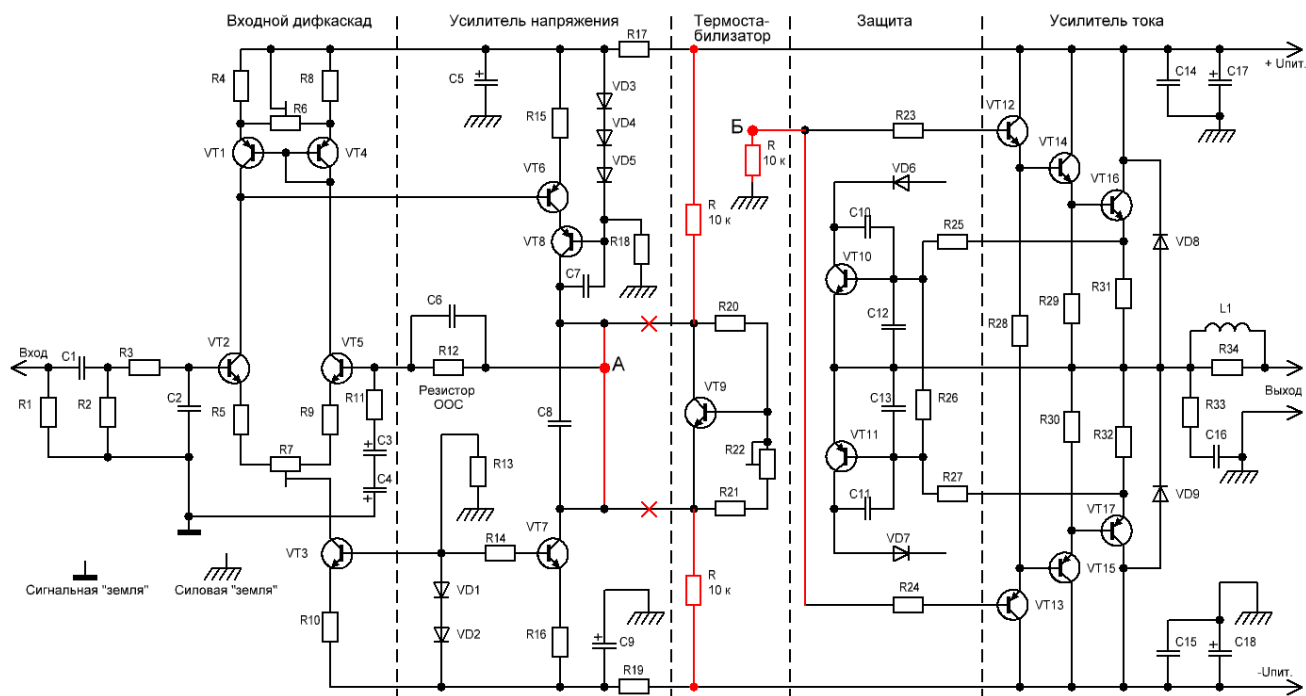

Рисунок 4 – Роз'єднання підсилювача на вхідний каскад та вихідні повторювачі
8. Випаюємо з плати правий вивід резистора R12 разом з правим виводом С6 (коло Н33), а також ліві виводи R23 та R24, які з'єднуємо дротяної перемичкою (показана на рис. 4 червоним) і через додатковий резистор (без нумерації, близько 10 кОм) з'єднуємо з загальним проводом. Перемикаємо дротяної перемичкою (червоний колір) колектори VT8 і VT7, виключаючи
Перевірка цього каскаду ускладнюється тим, що, як правило, з'єднання з колекторами VT8 і VT7 зроблені друкованими провідниками. Доведеться піднімати ніжки резисторів та робити з'єднання провідниками (на рис. 4 показані розриви провідників). Між шинами позитивної та негативної напруги живлення і, відповідно, колектором та емітером VT9 включаються резистори приблизно по 10 кОм (без нумерації, показані червоним) і вимірюється падіння напруги на транзисторі VT9 при обертанні повзунка резистора R22. Залежно від кількості каскадів повторювачів вона повинно змінюватися в межах 3 ... 5 В (для «трійок, як на схемі) або 2,5 ... 3,5 В (для «двійок»).